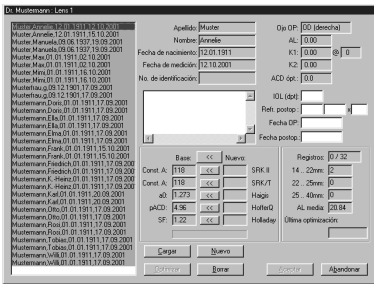

Fig. 33 Conjuntos de datos transferidos para la optimización
- Una vez que todos los conjuntos de datos deseados se encuentren en la tabla izquierda, pulse **OK** para retornar al campo de optimización (Fig. 33).